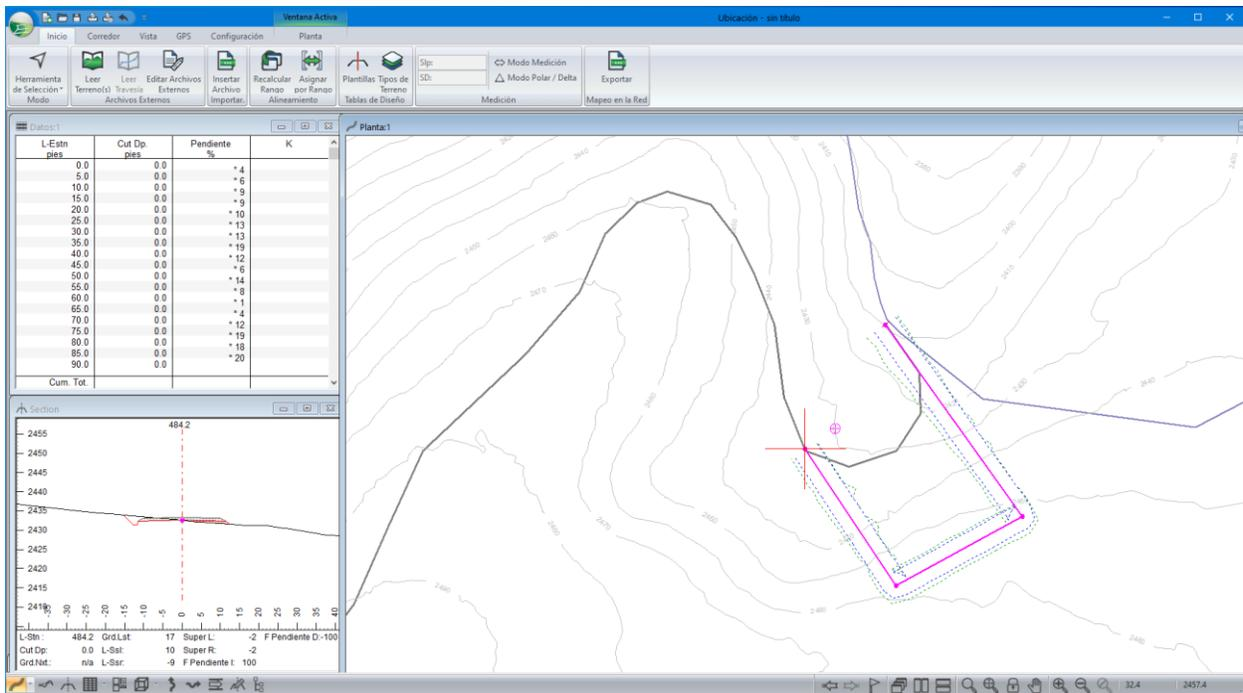

Figura 6-10 : Inicio de Alineamiento Horizontal
- Continúe agregando 3 IPs más en las posiciones mostradas en la Figura 6-10.
El alineamiento debe lucir similar al de la Figura 6-10: